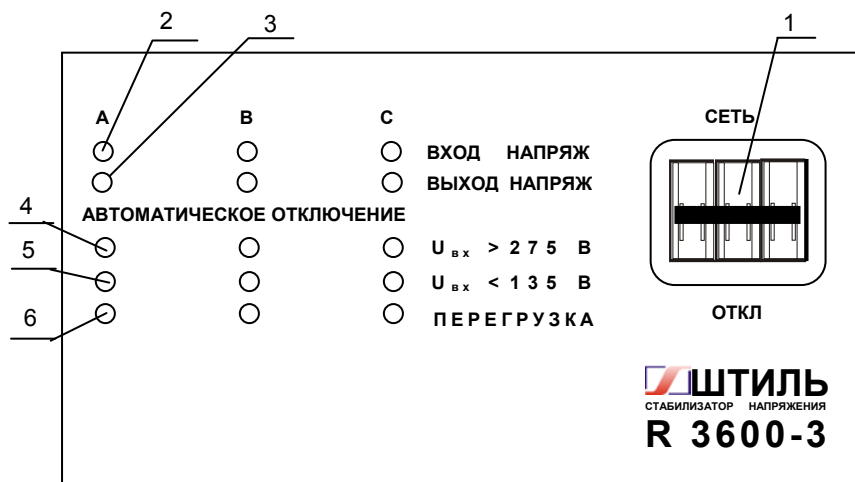

Рисунок 4.1 Передняя панель стабилизатора
На передней панели (рисунок 4.1) расположены трехканальный автомат - выключатель СЕТЬ (1) и три группы индикаторов (по одной на каждый канал): ВХОД НАПРЯЖ (2), ВЫХОД НАПРЯЖ (3), «Uвх>275В» (4), «Uвх<135В» (5), ПЕРЕГРУЗКА (6).